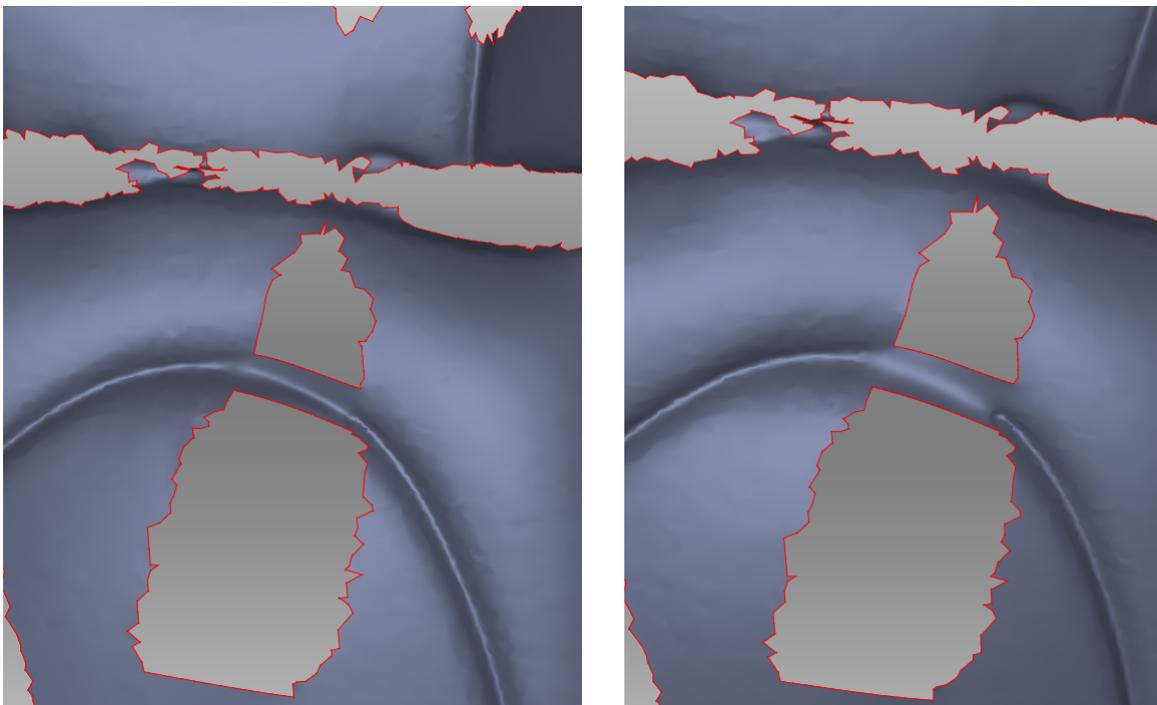

Abbildung 87: Niedrige Glättungswerte links und Maximalwerte rechts.
- Mit dem Schieberegler *Brückenglätte* (Abb. 87) niedrige oder mittlere Werte einstellen.